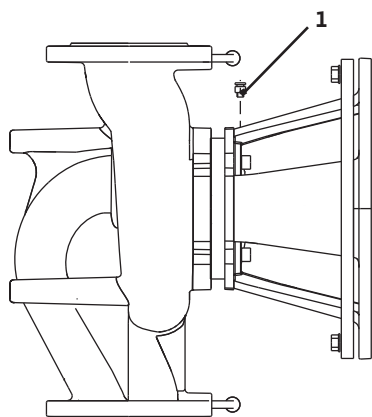

Fig. 35 : Vanne de purge
- Purger la pompe en ouvrant les vannes de purge (fig. 35, pos. 1). Le fonctionnement à sec détruit la garniture mécanique de la pompe. Le capteur de pression différentielle ne doit pas être purgé (risque de destruction).